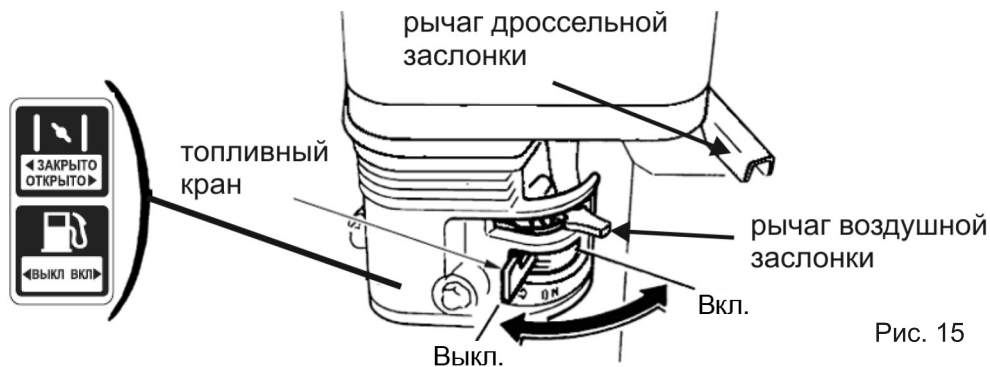

Рис. 16
5. Нажмите 5-6 раз на кнопку праймера, расположенного на корпусе воздушного фильтра (Рис. 16), для заполнения карбюратора топливной смесью.